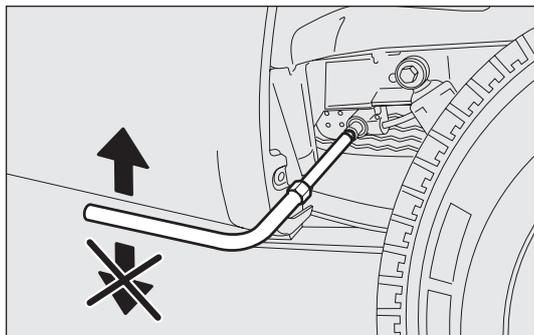

fig. 167
*Al termine della manovra di sollevamento/bloccaggio della ruota di scorta, occorre estrarre la chiave di azionamento avendo cura di non ruotarla in senso inverso nel tentativo di agevolare l'estrazione della chiave stessa, per evitare il disimpegno del dispositivo di aggancio e la mancata ritenuta in sicurezza del complessivo ruota fig. 167.*